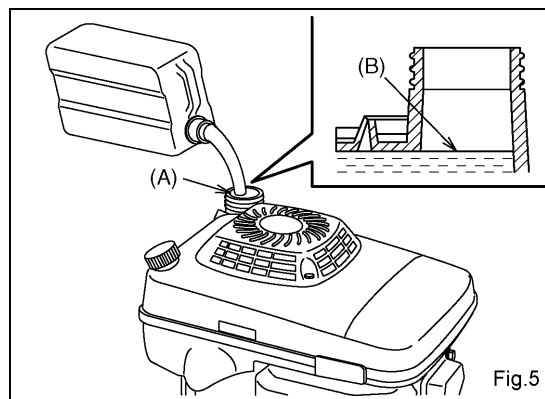

Fig.5
- (1) 燃料タンクキャップ（黒色）を給油口（A）から取り外し、燃料をゆっくりと燃料タンクに注ぎ込んで下さい。（Fig.5）
- (2) 燃料が給油口の給油限界面（B）に達したら給油を止めて下さい。（Fig.5）
- (3) 燃料タンクキャップを確実に締め付けて下さい。